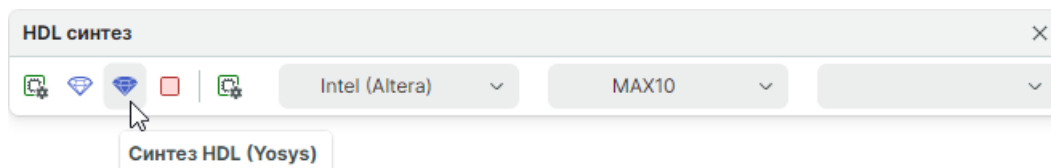

Рис. 53 Расположение кнопки «Синтез HDL (Yosys)»
2. В панели инструментов «HDL синтез» нажмите кнопку , см. Рис. 53. Далее будет запущен синтез проекта.